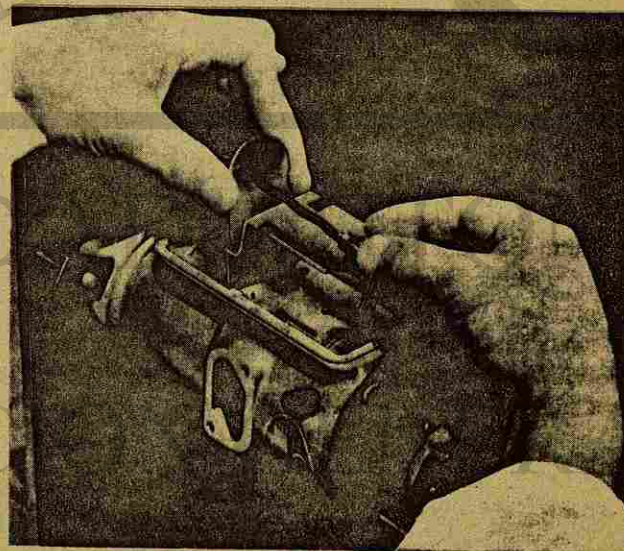

Fig. 24 Quitando el conjunto de mando del regulador
7. Levante la totalidad del control de conexión del regulador, junto con la válvula dosificadora y el brazo de cierre, de la carcasa de la bomba (Fig. 24).